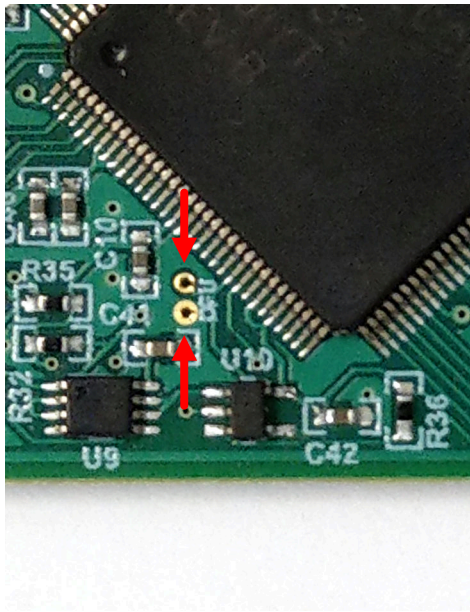

图 4-3. 用于手动进入 DFU 模式的测试点
- 使用一对镊子（或导线）短接标记为“DFU”（如图 4-3 所示）的两个测试点时，按下并放开 RESET（复位）按钮。